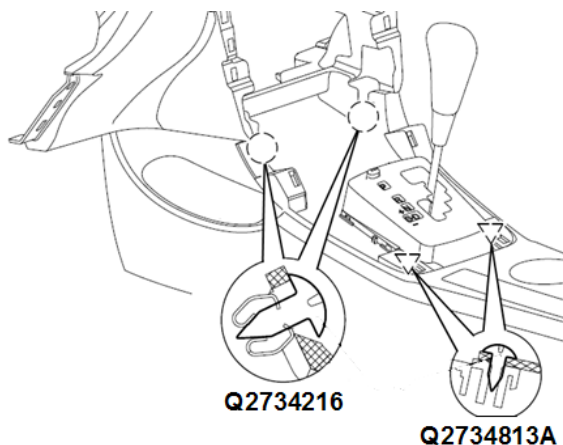

图6-2-10 副仪表板本体的拆卸(1)
(1) 慢慢将副仪表板本体总成向车后方向移动适当距离，使副仪表板前端与仪表板配合处松开。如图6-2-10所示；